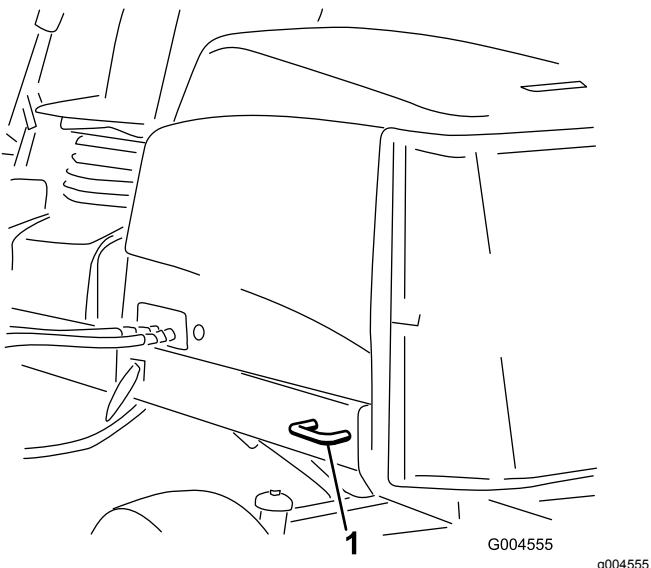

Figura 58
- Traseira – cada lado da máquina na estrutura traseira (Figura 58).